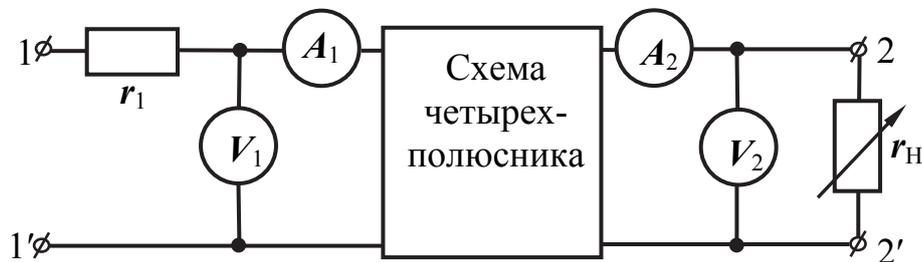

Рис. 16.4
7. Подключить на выход четырехполюсника переменное сопротивление  $r_H$  (рис. 16.4) и снять характеристики  $U_2 = f(I_2)$  и  $I_1 = f(r_H)$ . В качестве переменного сопротивления использовать потенциометр на 1 кОм. Напряжение источника питания поддерживать неизменным.